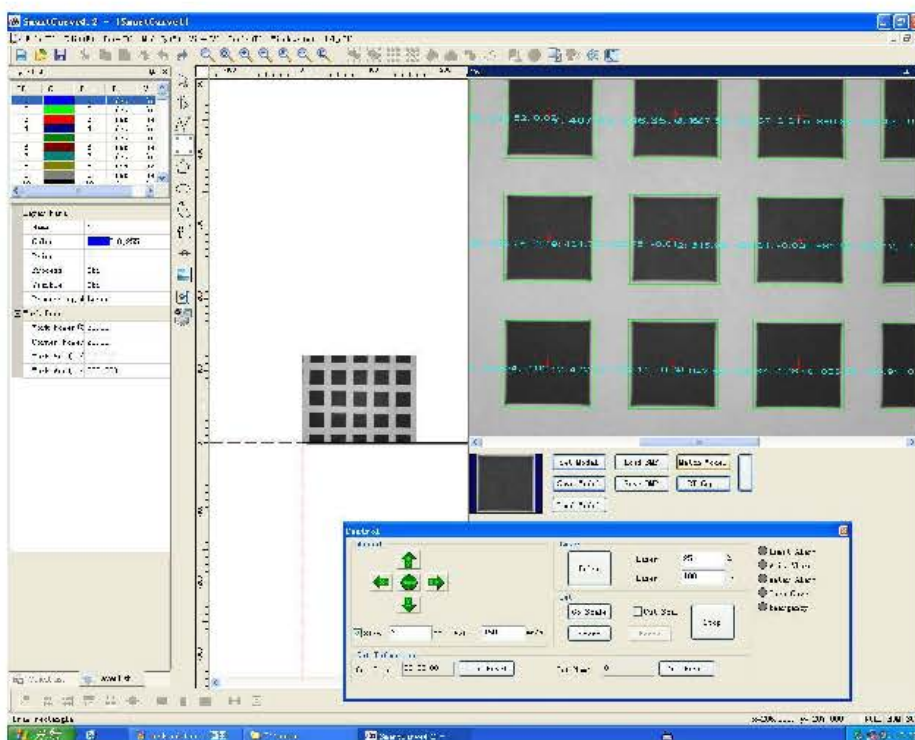

Fig. 3-49
- A. Clique no botão "Stop Capt" e a seguir clique no botão "Match Model" para exibir a interface mostrada na Fig. 3-49 na área de visão: